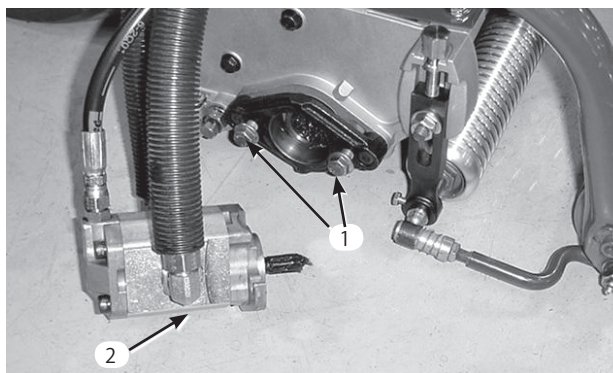

図13
7. 各カッティングユニットに リールモータ固定ナットを取り付ける。ネジ山を 13 mm 程度突き出させておく（図13）。